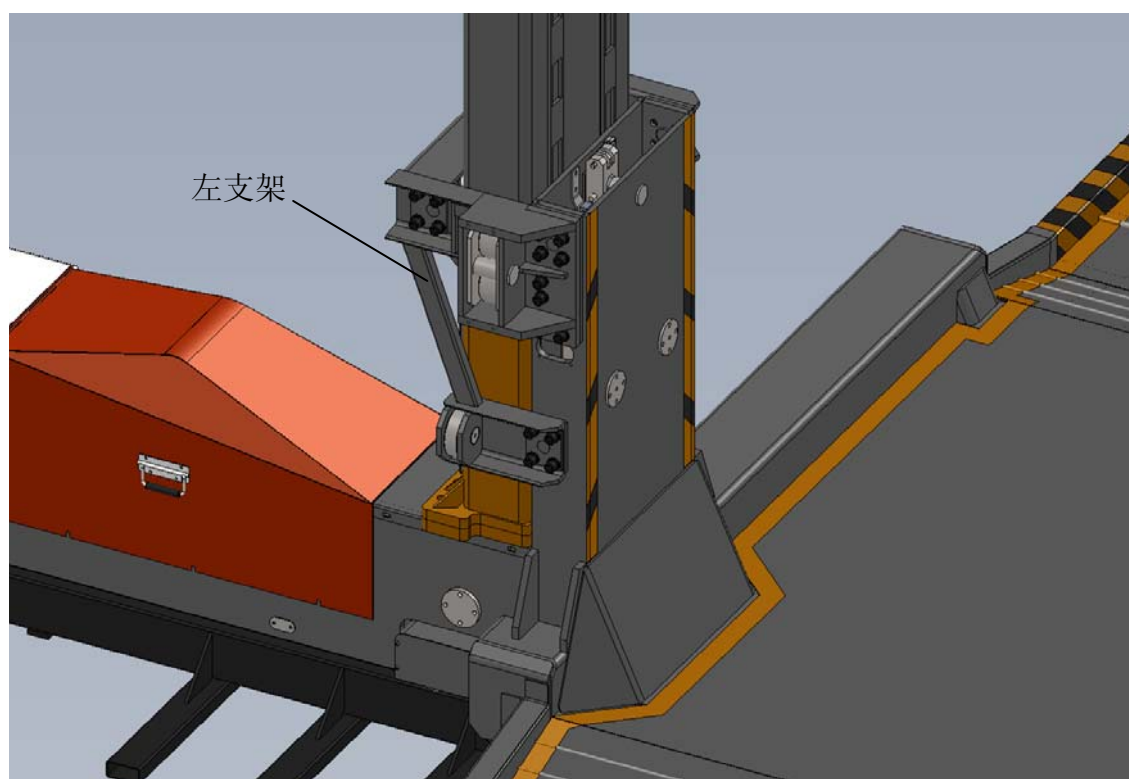

图 6
5.4.9 将左支架上的 3 个定位销对准立柱及前支架上的 3 个销孔，将左支架推入固定，拧紧左、右支架上的所有螺丝。如图 6